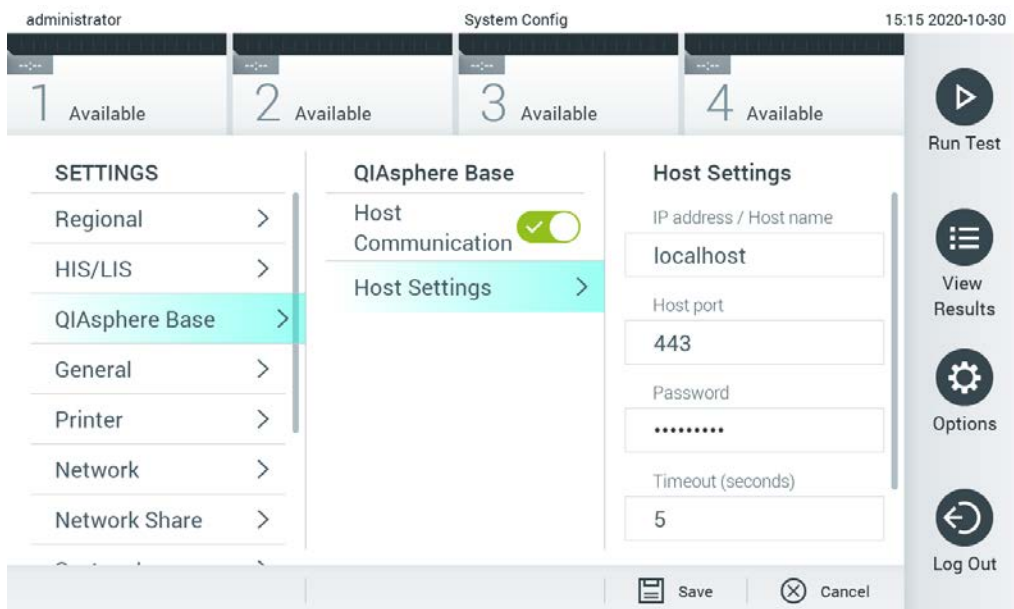

Abbildung 72: Konfigurieren der Verbindung mit der QIASphere Base.
2. Wählen Sie aus der Liste mit den Einstellungen in der linken Spalte QIASphere Base aus (Abbildung 72).